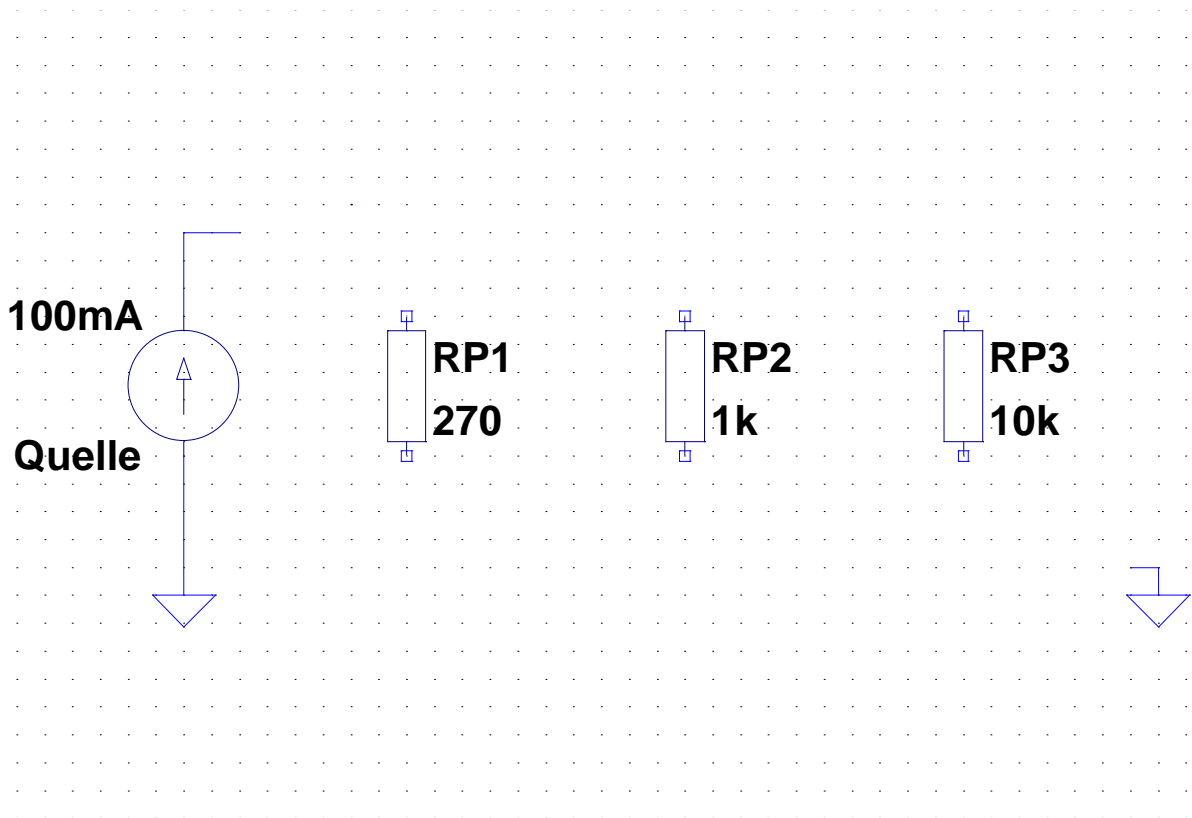

Abbildung 3 Widerstände Parallelschaltung
- Vervollständigen Sie die Schaltung in Abbildung 3, sodass die drei Widerstände parallel zur Spannungsquelle sind. Achtung: Zeichnen Sie dabei zusätzlich drei Amperemeter zur Messung der Ströme durch die Widerstände ein.